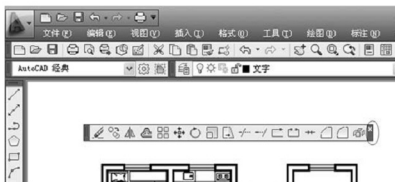

图 1.7 关闭工具栏
(2) 关闭工具栏：将窗口中已经存在的工具栏拖到绘图区域的任意位置，使其变成浮动状态后，单击工具栏右上角的【关闭】按钮即可关闭该工具栏，如图 1.7 所示。